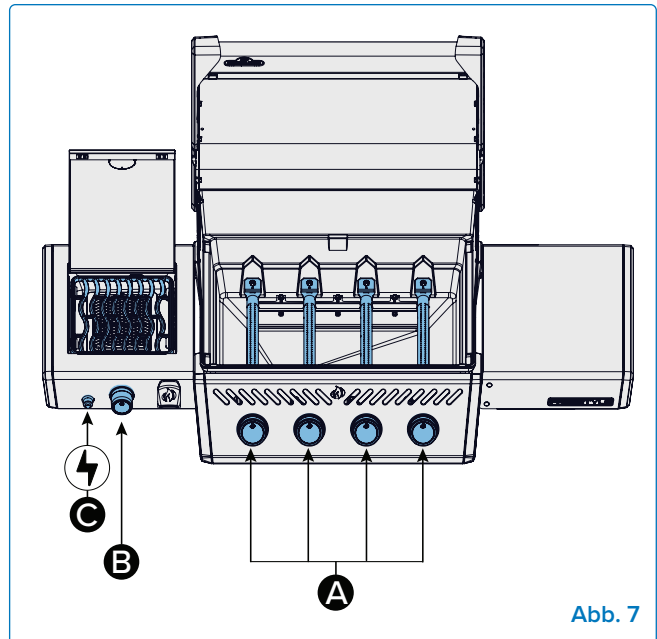
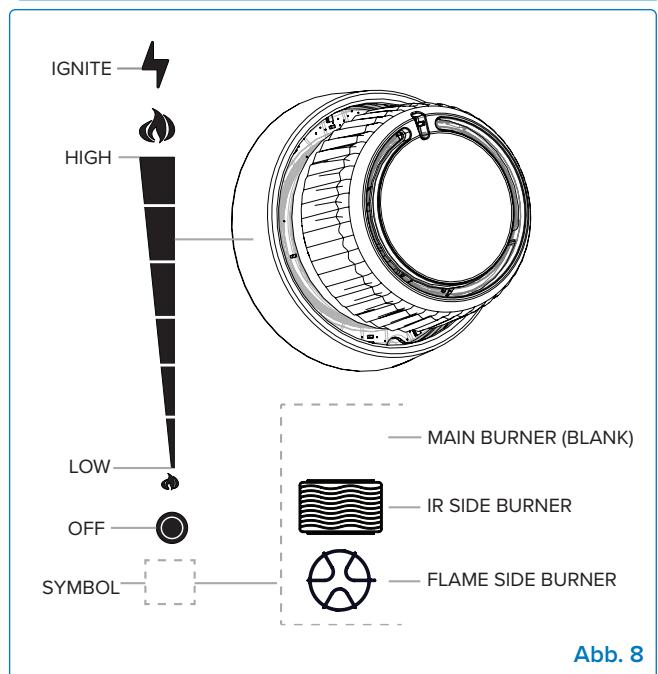

Abb. 7
Abb. 8
1. Grilldeckel öffnen (**Abb. 7**).
2. Drücken und drehen Sie einen Hauptbrennerknopf langsam gegen den Uhrzeigersinn auf die Stellung HIGH, bis die Zündflamme brennt. Drücken Sie weiterhin den Bedienknopf, bis der Brenner zündet, und lassen Sie dann los (**Abb. 7-A, Abb. 8**).
2. Drücken und drehen Sie den Seitenbrennerknopf langsam gegen den Uhrzeigersinn auf die Stellung HIGH, bis der Funke den Brenner zündet. (**Abb. 7-B, Abb. 8**).
2. Drücken und drehen Sie den Seitenbrennerknopf langsam gegen den Uhrzeigersinn auf die Stellung HIGH (**Abb. 7-B, Abb. 8**).
3. Drücken und halten Sie die Zündtaste, bis der Brenner zündet, oder zünden Sie ihn mit einem Streichholz an (**Abb. 7-C**).